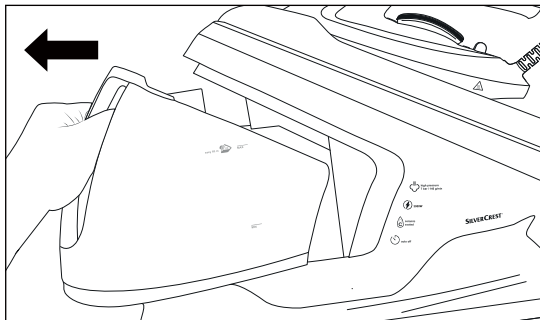

Fig. 3
- 2) Sortez le réservoir à eau 10 de la base par la poignée (voir Fig. 3).